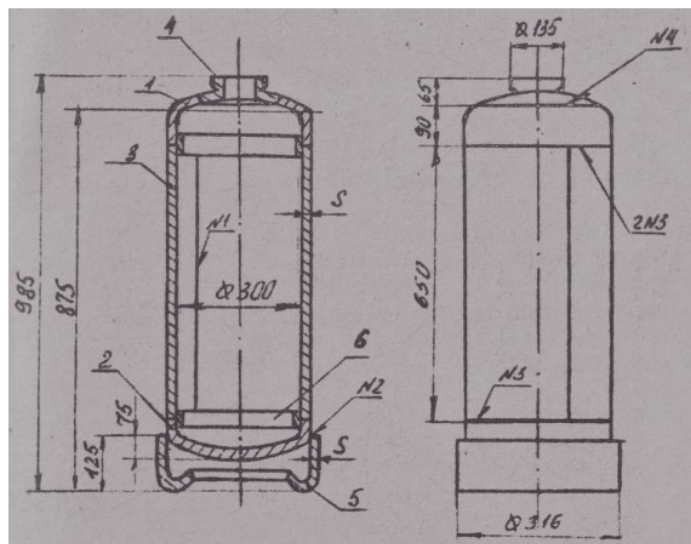

Рисунок 5 – Эскиз ацетиленового баллона
5. Производство крупносерийное, годовой объем выпуска 25000 шт. при двухсменной работе участка (Приложение 1, рисунок 5)